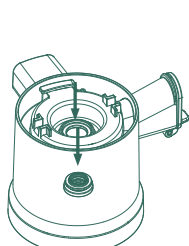

Fig. 16a
a. Retournez le bol d'extraction pour un meilleur accès. Poussez le joint d'étanchéité vers l'extérieur avec votre pouce (Fig. 16a) et nettoyez-le à l'eau.